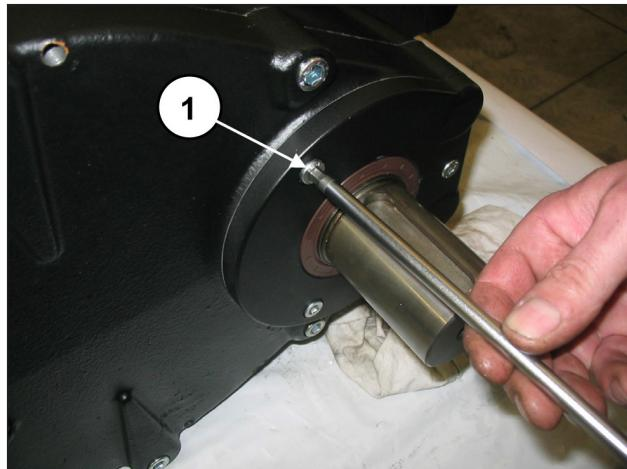

Abb. 3
Lösen Sie die Befestigungsschrauben des Getriebeblanschs (Pos. ①, Abb. 3) und ziehen Sie den Flansch von der Welle ab.